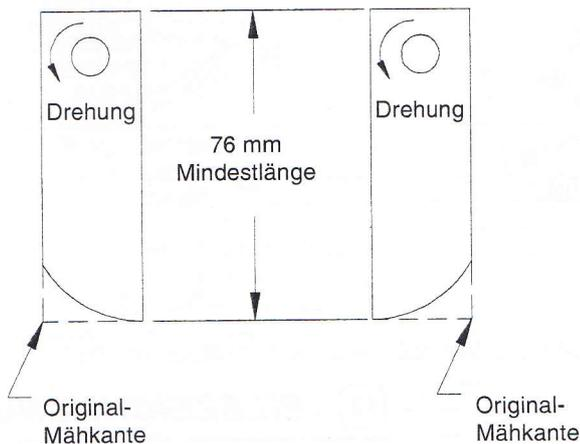

Abb. 1
4. Prüfen Sie die Messer auf Verschleißerscheinungen, und ersetzen Sie verbogene oder gebrochene Messer unverzüglich. Messen Sie die Gesamtlänge der Messer (Abb. 1).